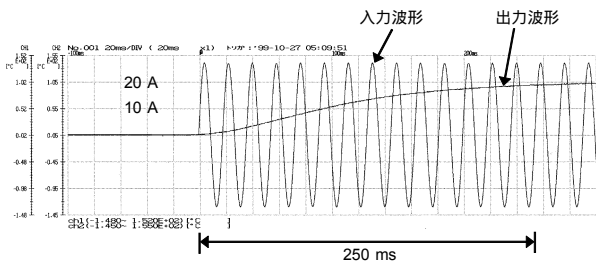

図2 出力応答波形（立上り）
- REC** 出力はアナログ出力です。f.s. 入力時の出力応答時間は立上がり (0% - 90% 約 250 ms) と立下がり (100% - 10% 約 500ms) で違いがあります。(図 2, 3 参照) また、測定値がレンジに対して小さいほど応答時間が長くなります。